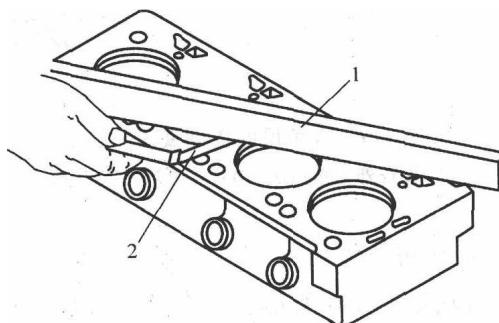

图1-8 用直角尺和塞尺来检查气缸盖的平直度
2) 当塞尺与直角尺配合使用时，可用来检查零件表面的平直度，如气缸盖平直度的检测方法如图1-8所示。